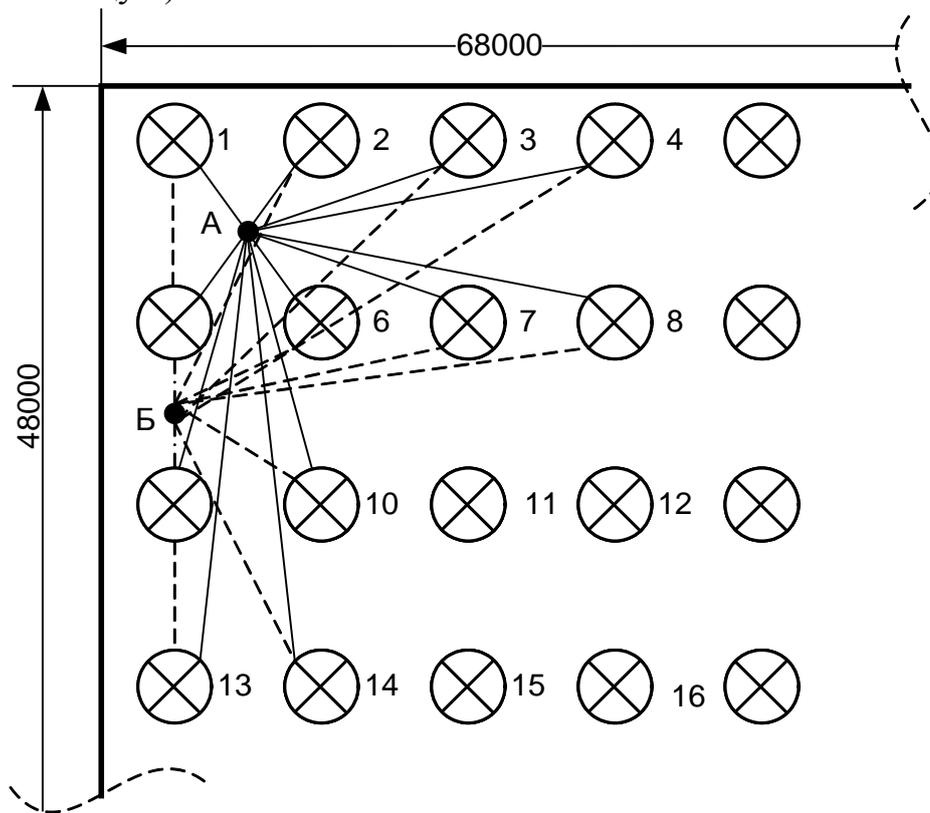

Рисунок 4 – План расположения светильников для примера 6
1. В масштабе чертим план цеха, наносим светильники с соблюдением всех размеров (рис.4).